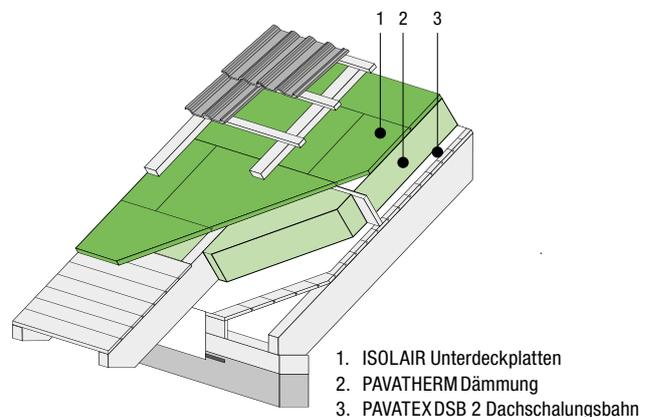

Abb.8 ISOLAIR als Unterdeckung bei einer Aufsparrendämmung
- Dächer mit PAVATEX Aufsparrendämmung (Abb.8) Die Befestigung der Unterdeckplatten sowie der übrigen Dämmplatten erfolgt nur über die schub- und sogssichere Befestigung der Konterlatten mit hierfür bauaufsichtlich zugelassenen Schrauben. Weitere Informationen hierzu enthält der Abschnitt „Aufsparrendämmung“. Mit der Verlegung der Unterdeckplatten sollten sukzessive auch die Konterlatten befestigt werden, um die gesamte Aufsparrendämmung gegen Windsog zu sichern.